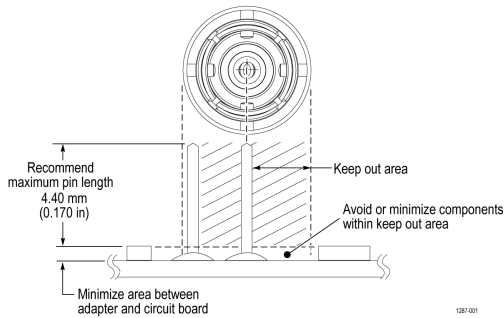

图 20: 适配器间隙要求
焊接引脚可安装到电路板的表面安装组件，但应保留足够的间隙，以便为适配器提供良好的电气连接。图 20: 适配器间隙要求 on page 43
3. 如有必要，请使用少量的粘合剂进一步增强与电路板的连接。但是，请保持最低的粘合剂高度，以便为适配器提供良好的电气接触。 图 20: 适配器间隙要求 on page 43